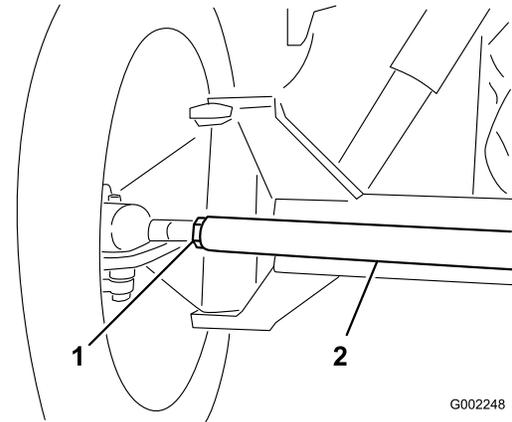

**Figura 52**
2. Meça a distância entre os pneus dianteiros à altura do eixo na zona dianteira e traseira dos pneus dianteiros (Figura 52).